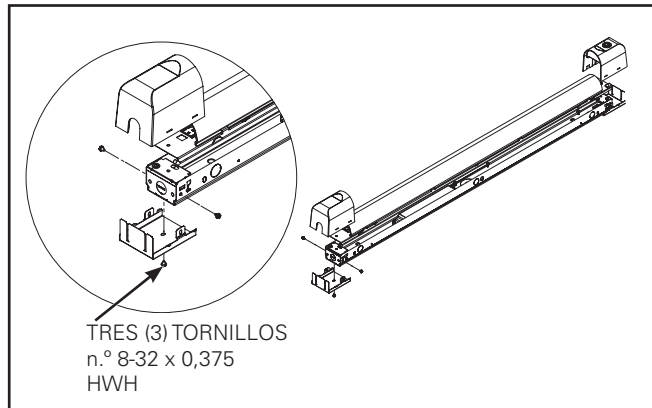

Figura 3.
1. Retire las tapas de extremo o soporte de dichas tapas de extremo de un extremo de la luminaria y consérvelo aparte. Estas se usarán después para finalizar el riel continuo (Figura 3).